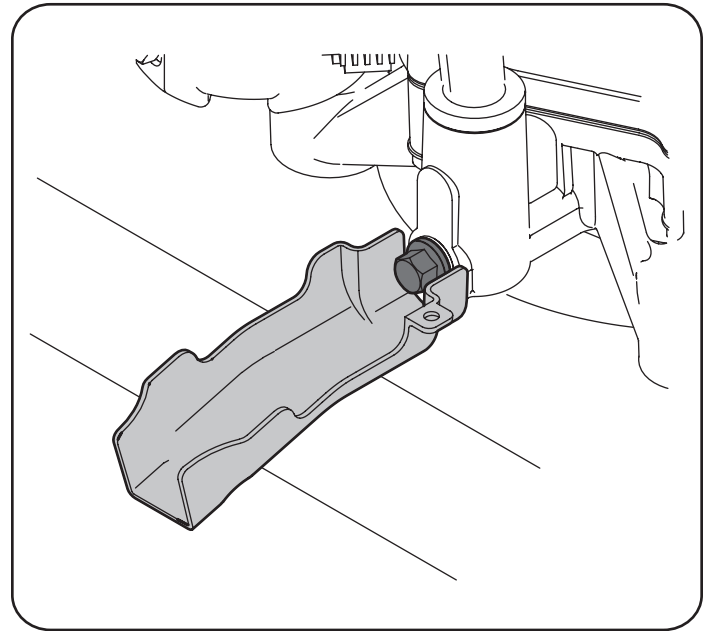

Figura 20
- Coloque el extremo pequeño de la manga de drenado en el cárter de aceite. Consulte la Figura 20.